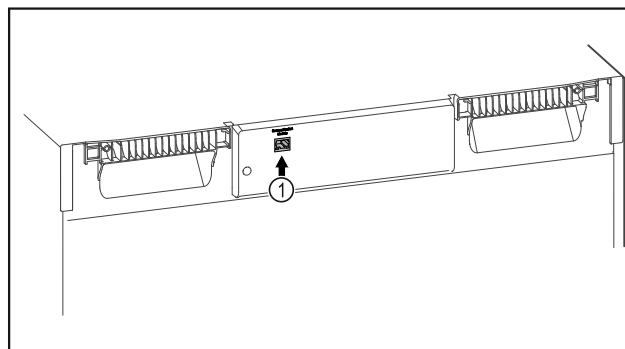

Fig. 73
- SmartModule Fig. 73 (1) er installert.